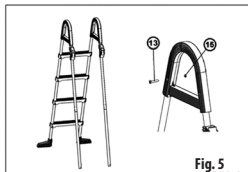
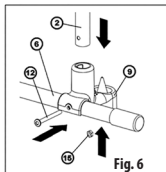

Fig. 5
Fig. 6
Installez sur la partie arrière assemblée de l'échelle les tubes de support équipés des arcs en plastique et des dispositifs de sécurité, fixez à l'aide des vis (13) et des écrous correspondants (15). (Fig. 5) Introduisez ensuite les dispositifs de fixation inférieurs et pieds antidérapants (9) à l'extrémité inférieure des tubes de support et introduisez le tube de l'entretoise (6). Bloquez les pieds antidérapants et l'entretoise avec les vis correspondantes (12) (Fig. 6). Serrez l'ensemble du dispositif de fixation une fois l'échelle montée, y compris la partie amovible.
Assemblare i montanti tubulari di supporto dotati di agganci di sicurezza e di archi in plastica e la parte posteriore della scaletta e fissare tutto con le viti (13) e i dadi (15) (Fig. 5). Dopodiché applicare gli agganci di fissaggio antiscivolo ai montanti tubulari di supporto procedendo da sotto (9) e bloccare tutto con il tubo trasversale (6). Gli agganci di fissaggio antiscivolo e il tubo trasversale devono essere fissati con le viti (12) (Fig. 6). Gli agganci di fissaggio antiscivolo possono essere avvitati soltanto dopo l'assemblaggio di tutta la scaletta e dopo l'applicazione della parte eliminabile.